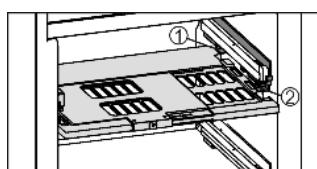

Fig. 16
- Установка пластины регулировки влажности: попеченные ребра крышки на пластине вставить через низ в задний держатель Fig. 16 (1) и защелкнуть спереди на держателе Fig. 16 (2).